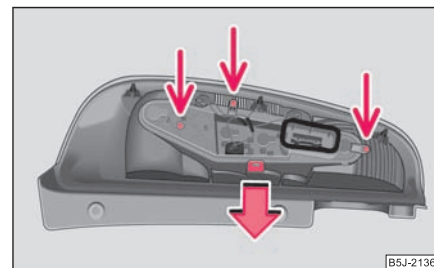

Fig. 214 Demontarea părții centrale a lămpii
- Pentru a avea acces la lămpi, deșurubați partea de centru a lămpii și desprindeți fixajul ⇒ fig. 214.
- Înșurubați partea centrală a lămpii la loc în carcasă ⇒ pagina 223, fig. 214.